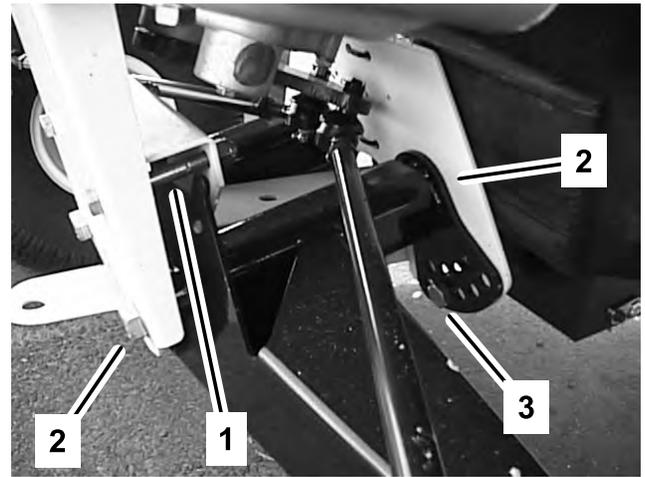

Figura 42
2. Retire el perno limitador de recorrido (Figura 42).
3. Afloje los pernos de centrado en el brazo en A delantero (Figura 42).
4. Retire el perno de ajuste de altura (Figura 42).
5. Gire el brazo en A delantero hasta la posición deseada (ver nota a continuación) y vuelva a colocar el perno de ajuste de altura (Figura 42).
7. Vuelva a colocar el perno limitador de recorrido (Figura 42).